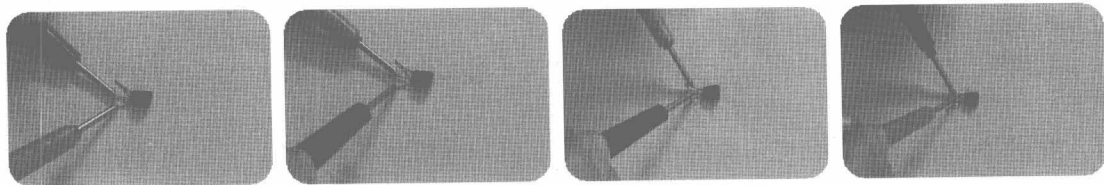

图 2-57 使用指针式万用表检测三极管好坏
步骤③ 判别集电极 c 和发射极 e 。以 NPN 型三极管为例，将黑表笔和红表笔分别连接不是基极的两个引脚，并且用手握住这两个引脚，通过人体，相当于在三极管的两个极之间接入偏置电阻。读出万用表所示的电阻值，然后将红、黑两表笔反接重测，若第一次电阻比第二次小，说明第一次黑表笔连接的是集电极 c ，红表笔接的是发射极 e ，若第一次电阻比第二次大，则结果相反。图 2-57 所示为使用指针式万用表检测三极管好坏。